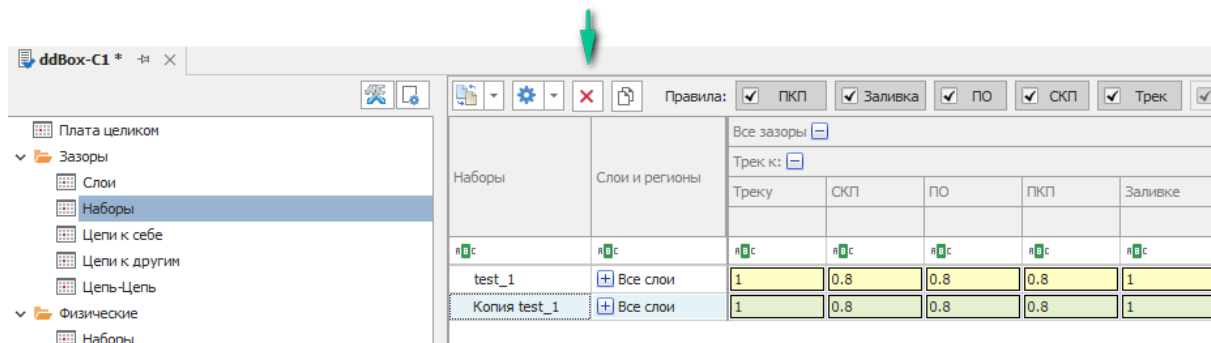

Рис. 62 Удаление набора правил
2. В панели инструментов редактора правил выберите , см. Рис. 62.